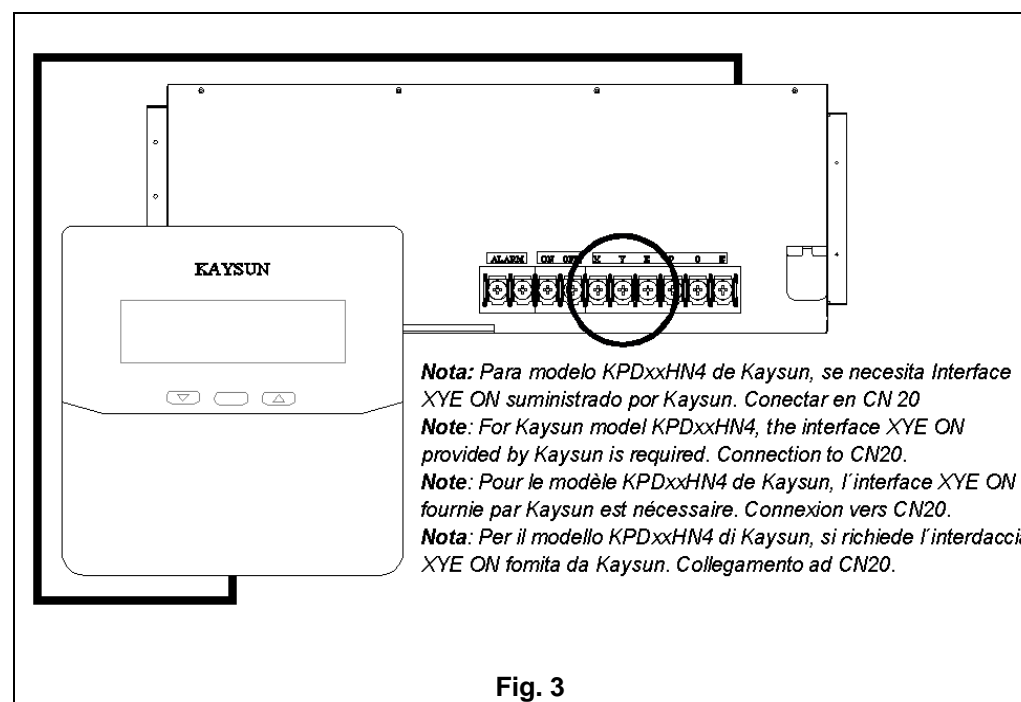

Fig. 3
- 2) Localice los conectores (X, Y, 'E') de la unidad interior KAYSUN (Fig. 3).
- 2) Locate the (A, B, '-') connector on the KAYSUN indoor unit (Fig. 3).